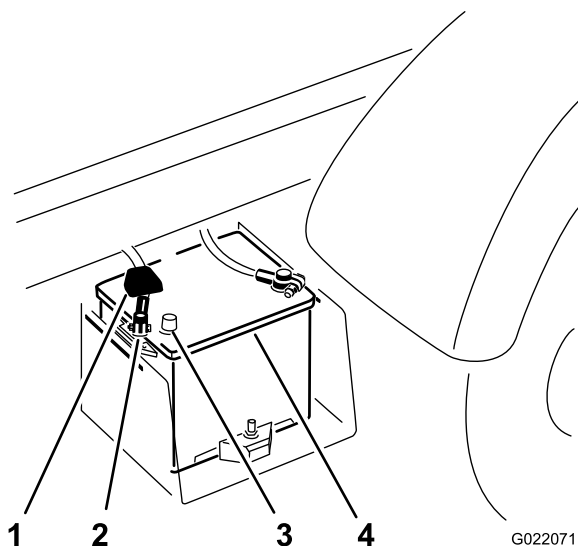

Figure 11
C. Débranchez la cosse du câble positif de la borne de la batterie (Figure 11).
- A. Connectez le câble positif à la batterie (Figure 11).